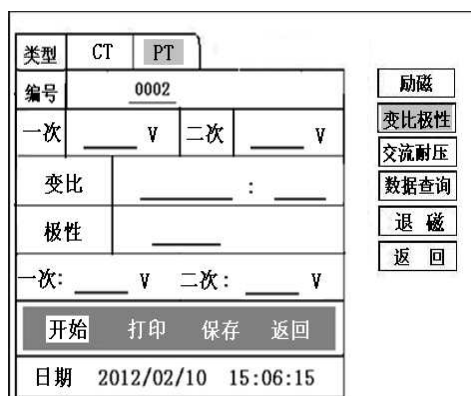
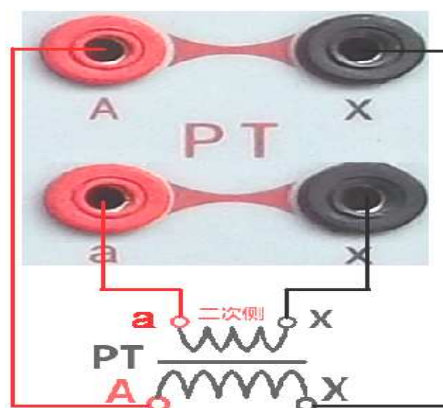

图 18, PT 变比极性测试界面
图 19 , PT 变比极性接线图
1) 参数设置：测试界面见图 18。
按照图 19 进行接线，PT 一次侧接 A、X，PT 二次侧接 a、x。进入 PT “变比极性” 测试界面，如图 18。设置二次侧额定电压及编号后，旋转控制器将光标移动至“开始”选项，按下控制器，试验即开始。